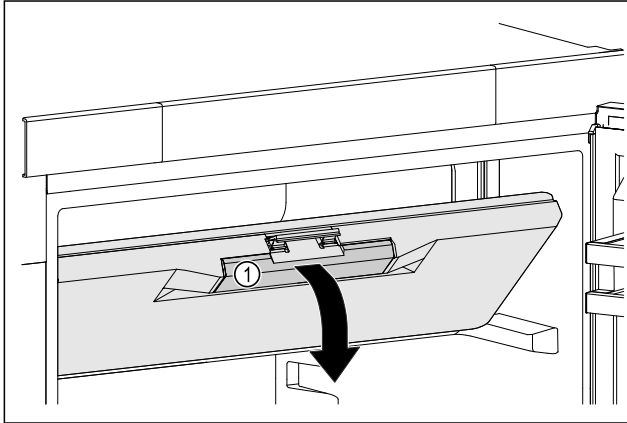

Fig. 43
- ▶ Tartu pakastelokeron oveen tartuntasyvennyksistä Fig. 43 (1).